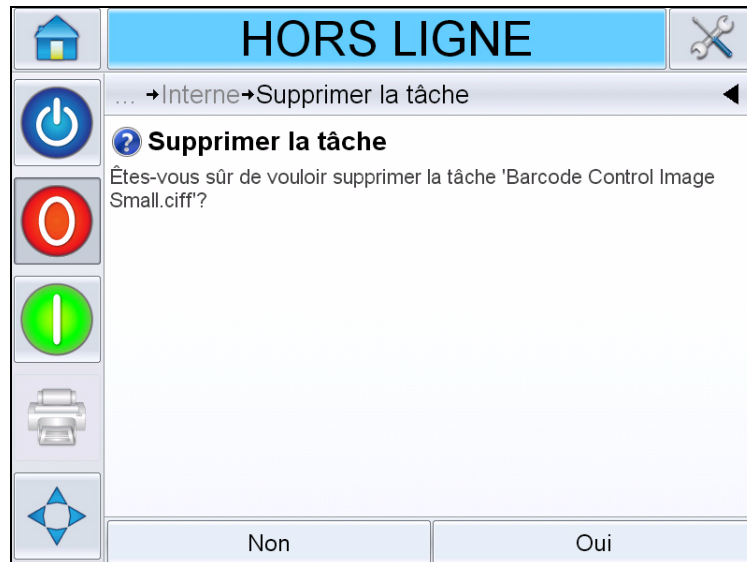

Figure 6-14: Écran Confirmation
- 6 Confirmez la tâche à supprimer (voir Figure 6-14).